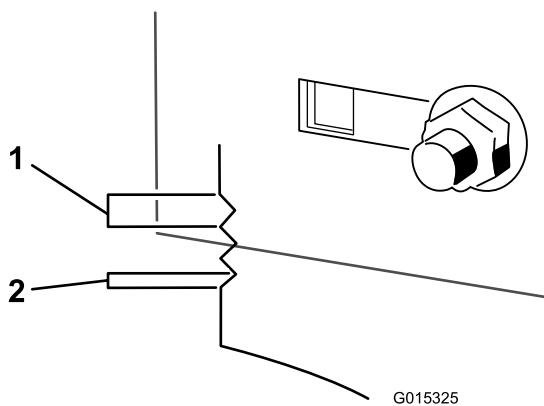

Figure 53
- Utilisez les fentes du support soudé pour mesurer le réglage requis. La surface de chaque fente équivaut à 6 mm (0,25 po), et un côté équivaut à 3 mm (0,125 po) (Figure 53). Réglez le tablier de coupe à la hauteur voulue.